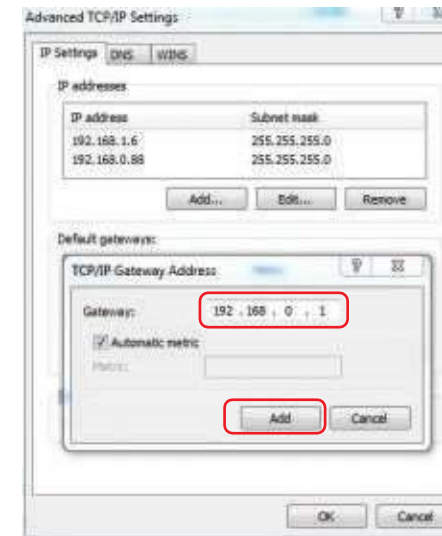

Fig. 6.11
- (5) Introduceți adresa gateway în fereastra “TCP/IP Gateway Address”, apăsați pe “Add” (vezi Fig.6.11).